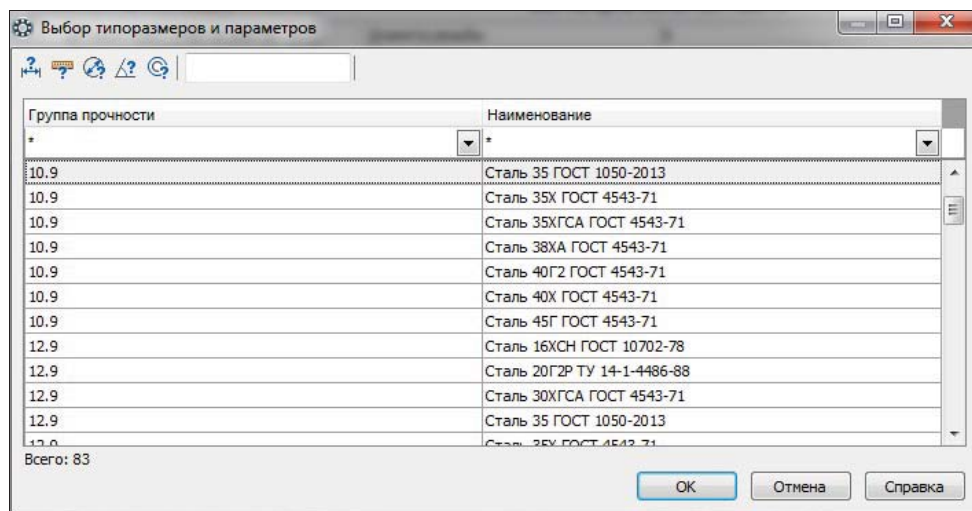

Рис. 30.19. Диалоговое окно **Выбор типоразмеров и параметров** параметра **Материалы**
- дважды щелкните ЛК мыши по разделу **Материалы** — появится диалоговое окно **Выбор типоразмеров и параметров** (рис. 30.19), в котором выберите наименование материала и нажмите кнопку **ОК**;
- щелкните ЛК по пункту **Конструкция и размеры + Материал** — появится диалоговое окно **Выбор типоразмеров и параметров** (см. рис. 30.19). В левом столбце окна из раскрывающегося списка установите группу прочности, в правом — наименование материала. Установите группу прочности 6,6 и материал Сталь 35 ГОСТ 1050–88. Нажмите кнопку ОК;